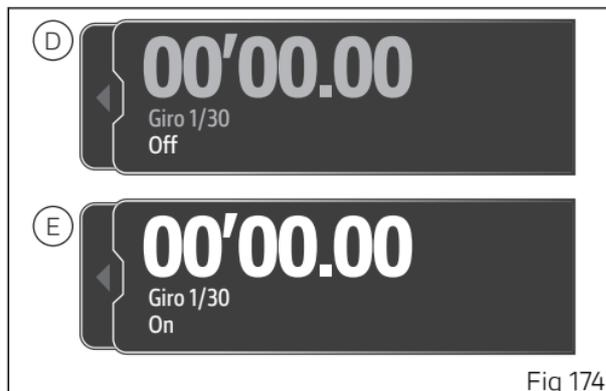

Fig 174
- Se la funzione è disabilitata, compare la scritta "Off" bianca con il cronometro e l'indicazione dei giri disponibili in grigio (D, Fig 174), premere ENTER per abilitare la funzione.
- Se la funzione è abilitata, compare la scritta "On", il cronometro e l'indicazione dei giri disponibili bianchi (E, Fig 174), premere ENTER per disabilitare la funzione.